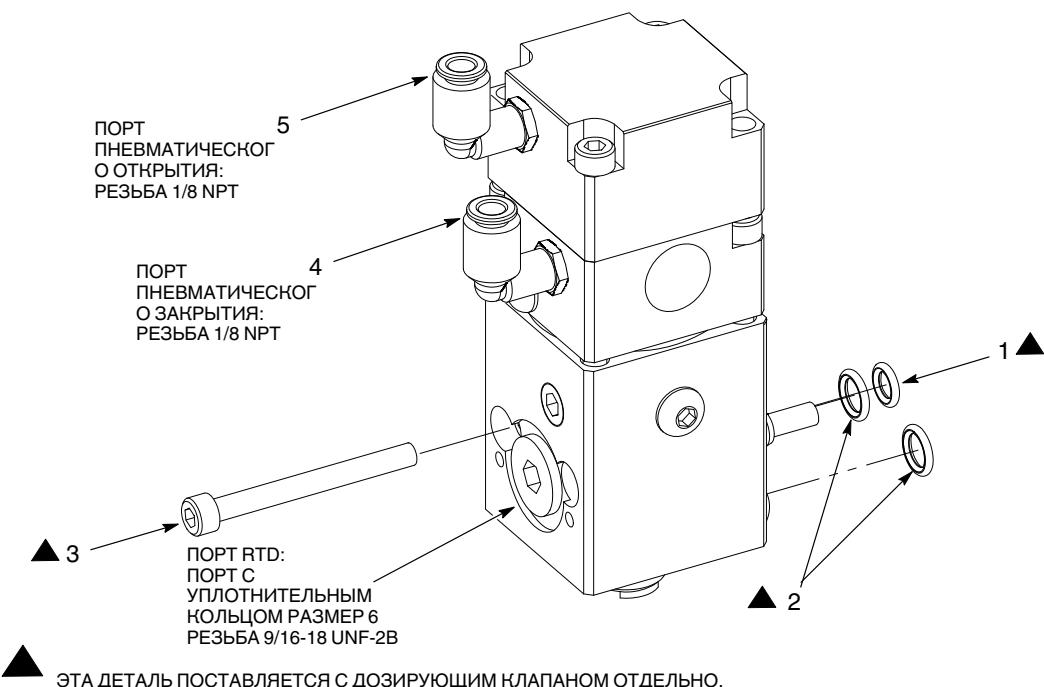

Рис. 6 Дозирующий клапан, монтируемый на коллекторе (показан монтируемый на коллекторе дозирующий клапан XD)
1. См. рис. 6. Нанести на уплотнительные кольца (1, 2) смазку Mobil SHC 100 и поставить их на поверхность сопряжения.
2. Смонтировать дозирующий клапан на коллекторе, используя винты (3). Затянуть винты моментом 6,7 Н•м (60 дюйм-фунтов).